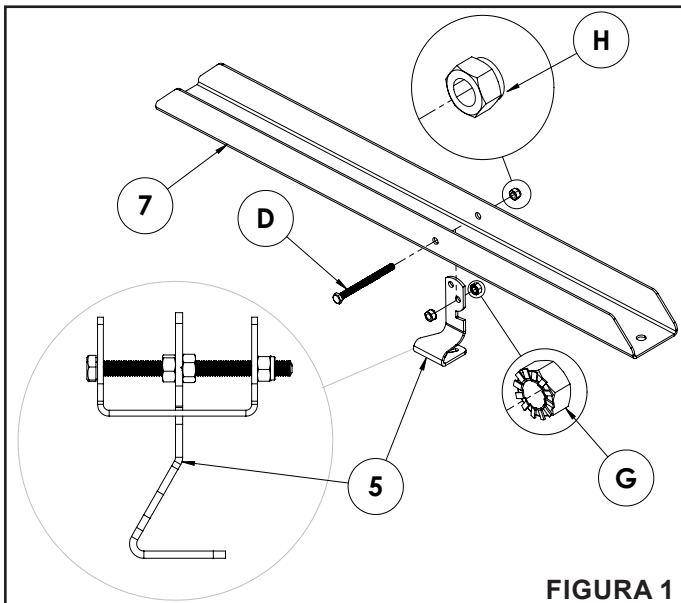

FIGURA 1
PASO 1: (VER FIGURA 1)
- Ensamble la lanza giratoria (7) insertando el seguro del pedal (5) en la ranura, como se muestra a continuación.
- Instale el perno hexagonal de 5/16" (D) en el primer orificio de la lanza giratoria (7).
- Enrosque una tuerca Sims de 5/16" (G) en el perno hexagonal de 5/16" (D) hasta que quede aproximadamente a 1" de la cabeza del perno. (La arandela de la tuerca (G) debe quedar orientada en dirección opuesta a la cabeza del perno).
- Guíe el perno hexagonal (D) a través del orificio central del seguro del pedal (5), como se muestra a continuación.
- Enrosque una tuerca Sims de 5/16" (G) en el perno hexagonal de 5/16" (D) hasta dejarla aproximadamente a 2 pulgadas del extremo roscado. (La arandela de la tuerca (G) debe apuntar hacia la cabeza del perno).
- Guíe el perno hexagonal (D) a través del otro orificio de la lanza giratoria (7).
- Asegure el perno hexagonal de 5/16" (D) con una tuerca nyloc de 5/16" (H).
- Apriete las dos tuercas Sims de 5/16" (G) contra el seguro del pedal (5). Revise que el seguro del pedal (5) se pueda mover libremente.
- Apriete la tuerca nyloc de 5/16" (H).